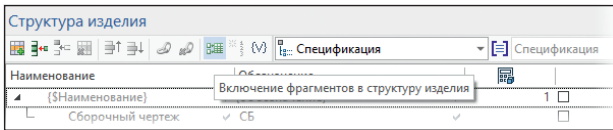

Рис. 10. Включение фрагментов в структуру изделия
4. Проверить включение фрагментов в структуру изделия, задав «с вложенными элементами» (рис. 10).